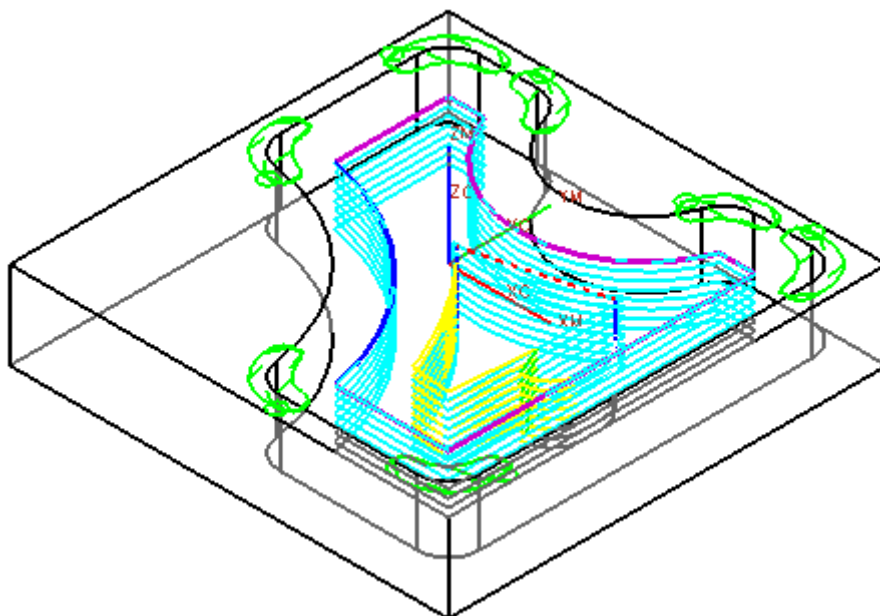

图 8-58
- 单击  生成刀轨，同时生成如图 8-58 所示的 7 个未切削区域的永久边界，单击 OK。